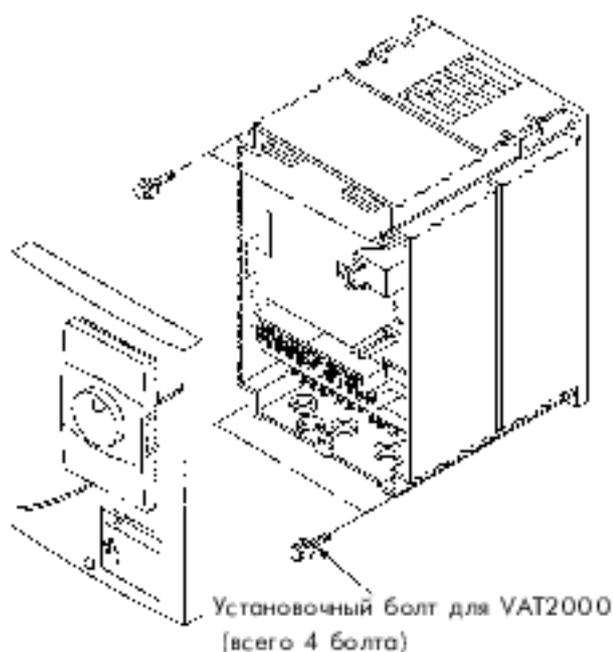

Рис.2.2
### (1) N15K0, X18K5 и меньшей мощности (Рис. 2.2)